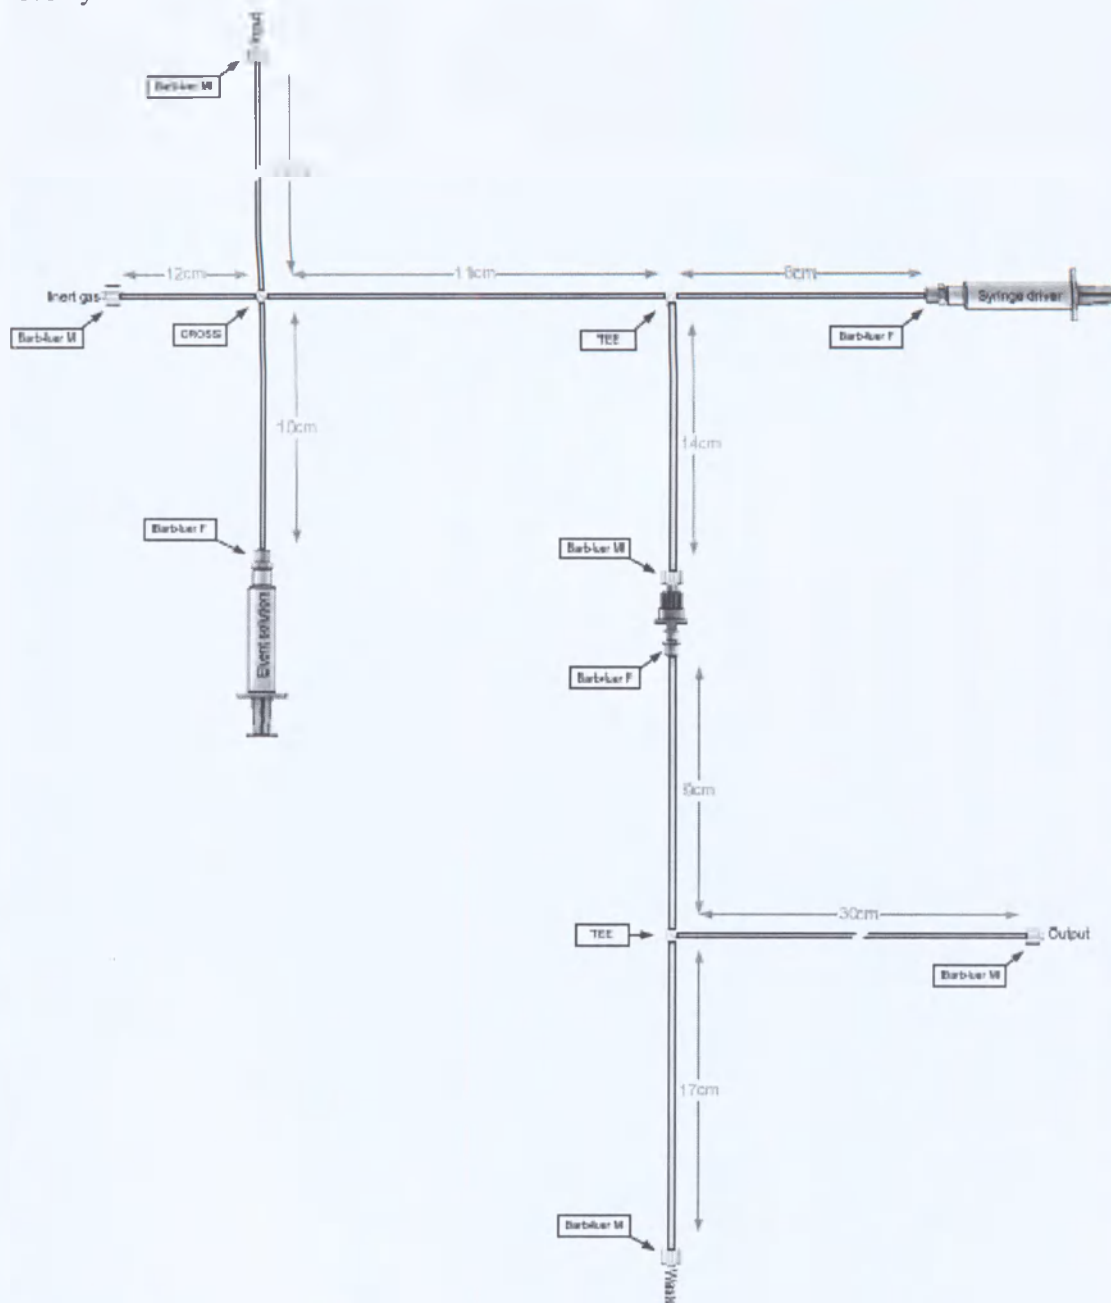

Рисунок 39: Сборка потока жидкостей
5. Нарисуйте схему сборки путей движения жидкостей (рис. 39) с правильной длиной каждой трубки (или в масштабе 1:1), чтобы вы могли воспроизводить сборку труб каждый раз, когда вам это нужно